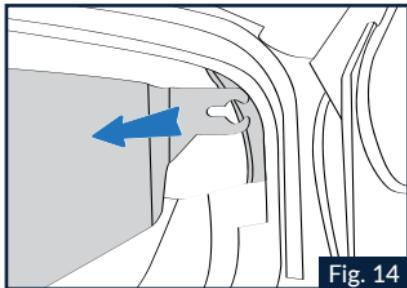

Fig. 14
- 3.2. Saisir la partie latérale de gauche de la visière pare-soleil et la tirer vers l'extérieur du casque (Fig. 14).
- 4.2 Insérer l'extrémité gauche de la visière pare-soleil dans le guide, jusqu'à ce qu'elle soit complètement engagée dans le logement de la calotte (Fig.14).